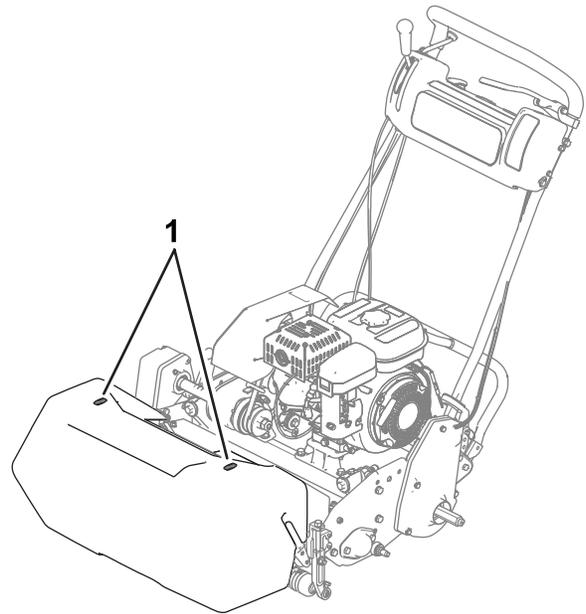

Bild 22
- Verwenden Sie die Ausrichtungstreifen am Grasfangkorb (Bild 22), damit Sie in einer möglichst geraden Linie über die Grünfläche fahren und einen gleichmäßigen Abstand zum zuvor gemähten Rasenstück einhalten.